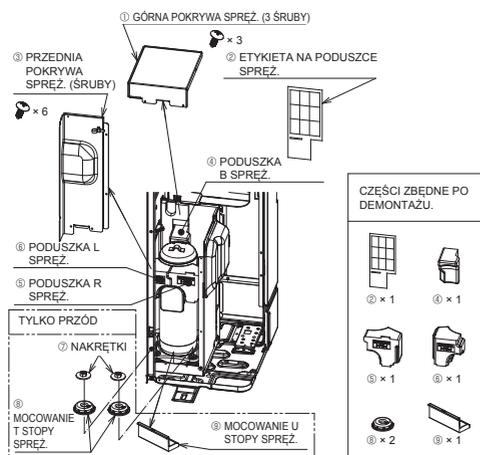

Fig. 4-1
- Przed uruchomieniem zespołu należy zdjąć z obudowy GÓRNY POKRYWĘ SPRĘŻ. oraz PRZEDNIA POKRYWĘ SPRĘŻ., a następnie zdemontować części ustalające SPRĘŻ. (Fig. 4-1)